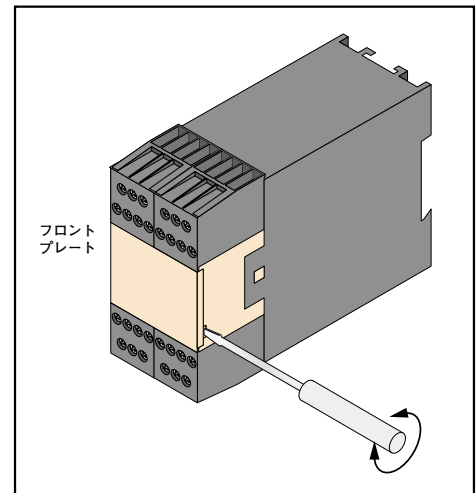

Fig.5 ドライバーを使用し、カバーをハウジングから引き上げる
非常停止セーフティモジュールはまた、必要なリセット機能も提供します。ANSI B11およびNFPA 79では、非常停止スイッチを定常状態(接点がクローズの位置)に戻してからリセットを行うよう要求しています。これにより、非常停止スイッチの接点がクローズするだけで制御される機械が再起動することを防ぎます。ES-TN-1HXは、フロントカバーの下にあるモジュール内の2個のDIPスイッチでオートリセットの構成にすることができます(page 10、11のFig.5、6参照)。オートリセットモードは、一部の自動プロセスにとって便利な機能です。しかし、オートリセットを使用する場合、非常停止スイッチがクローズの位置に戻った後、別の方法でリセットを実行しなければなりません(page 9「警告」参照)。
フロントカバー下のモジュールハウジング内の2ヶ所の独立したDIPスイッチをAuto Resetに設定し(page 10、11のFig.5、6参照)、リセットスイッチの代わりに端子X1-X2のリセット入力をジャンパーすることによって(page 6のFig.2参照)、非常停止セーフティモジュールをオートリセットに設定することができます。
DIPスイッチとセレクタースイッチは、フロントプレート下のハウジング内に位置します。スイッチ設定の前に、電源を切ってください。右側のスロットにドライバーを挿入し、フロントプレートを引き上げると外れます (Fig.5参照)。また、DIPスイッチも小さなドライバーを使用して設定してください。
- 3) 非常停止モジュールのフロントカバーを外します (page 10のFig.5参照)。